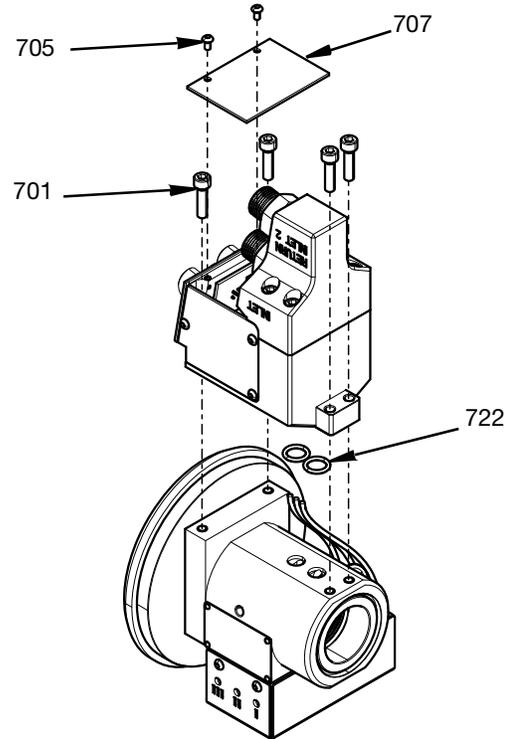

**FIG. 17**
9. Saque, deslizándolo, el conjunto de la cámara de la pieza giratoria con el alojamiento de conexión. Consulte la FIG. 17.